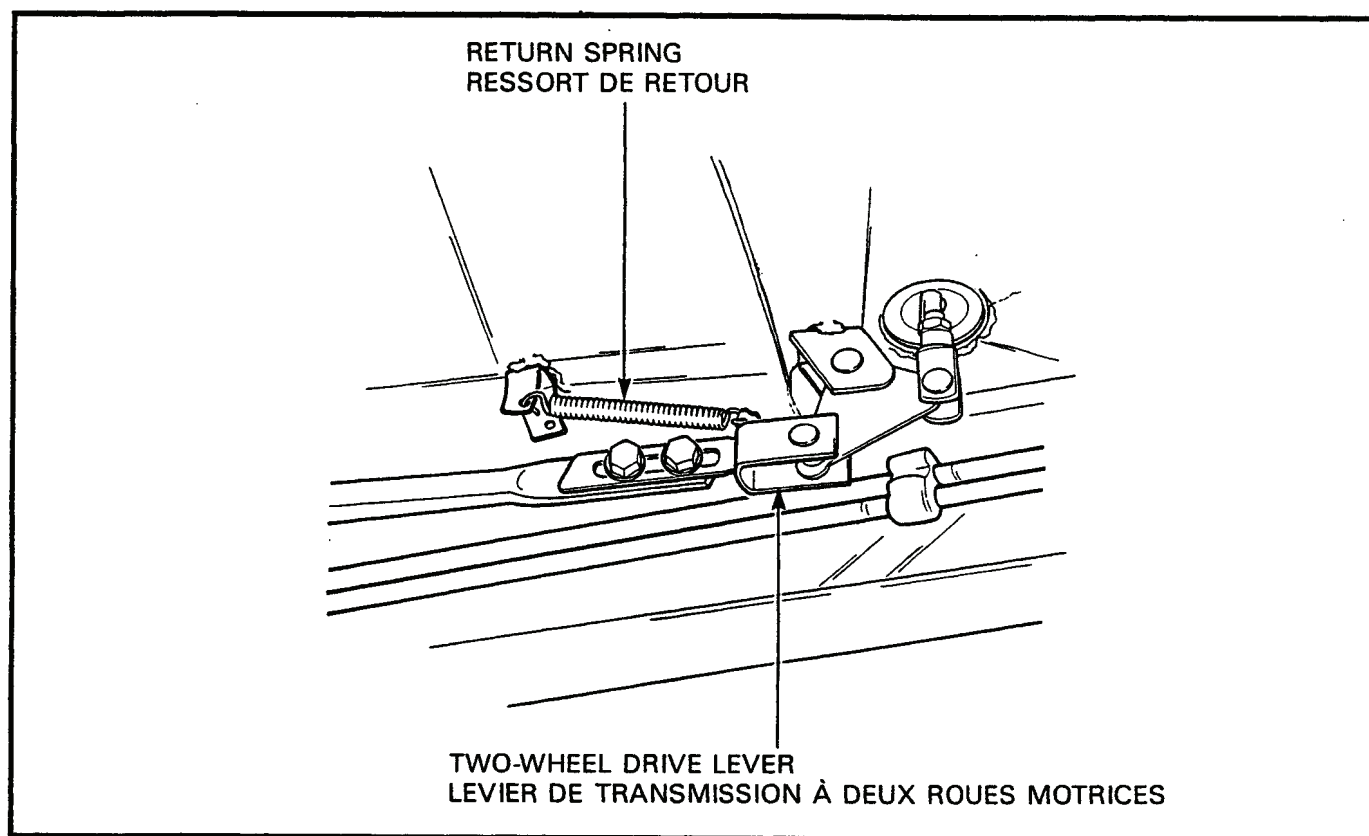
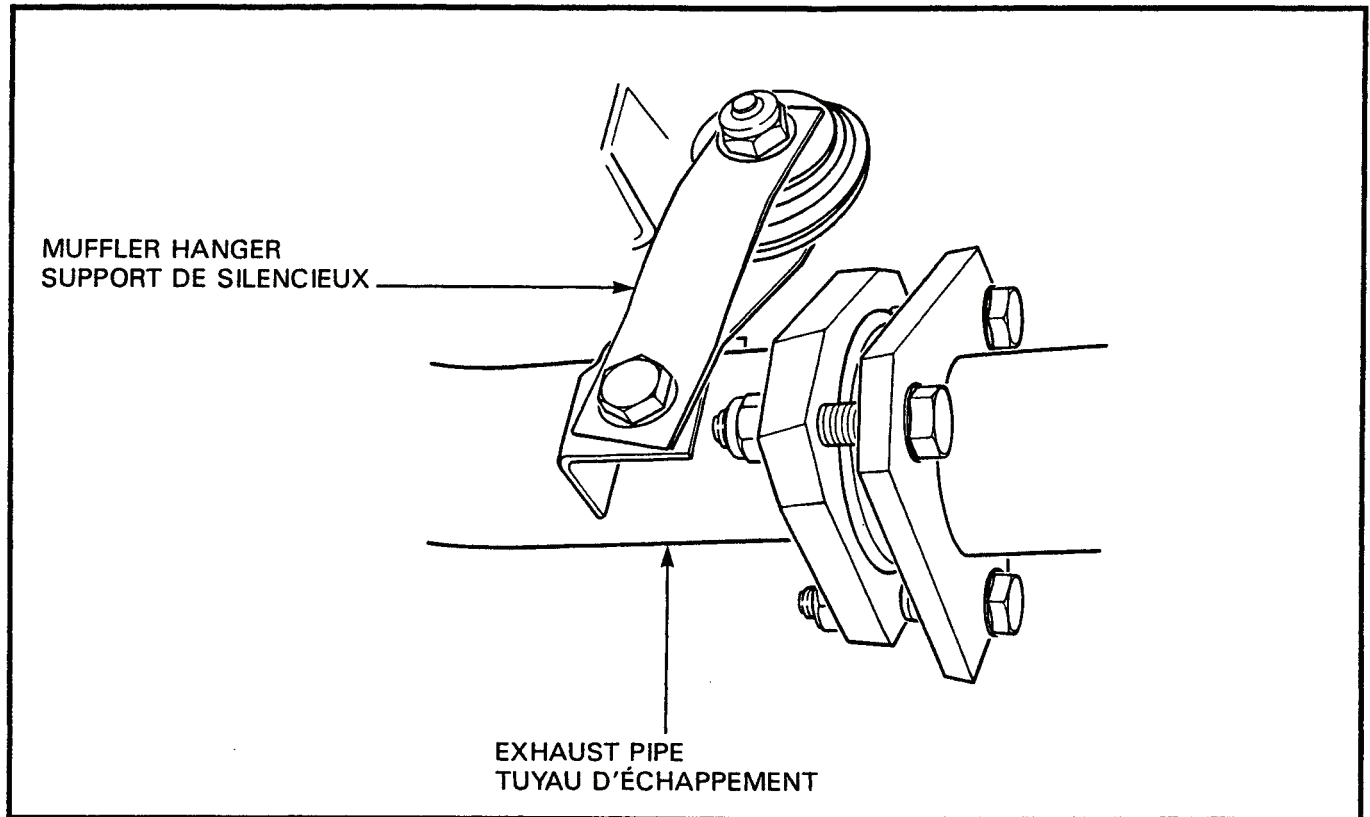

Figure 2-7-3 Two-Wheel Drive Linkage at Two-Wheel Drive Lever
Figure 2-7-4 Muffler Hanger
(7) Disconnect the return spring on the two-wheel drive linkage at the shift lever, see Figure 2-7-3.	(7) Débrancher le ressort de retour de la tringlerie de transmission à deux roues motrices au niveau du levier de changement de vitesse, voir figure 2-7-3.
(8) Disconnect the two-wheel drive linkage at the shift lever by removing the spring lock and clevis pin.	(8) Débrancher la tringlerie de transmission à deux roues motrices au niveau du levier de changement de vitesse en enlevant l'anneau de verrouillage fendu et l'axe de chape.
k. Remove the front muffler hanger bolt and nut, see Figure 2-7-4. Pull the exhaust pipe away from the manifold and remove the gasket.	k. Enlever le boulon et l'écrou du support de silencieux avant, voir figure 2-7-4. Enlever le tuyau d'échappement du collecteur et enlever le joint d'étanchéité.